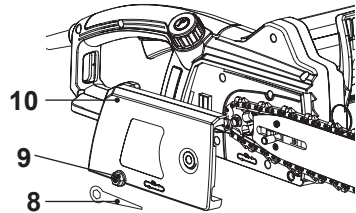

Imagen 1
- > Afloje la tuerca de retención [9] girándola con la llave hacia la izquierda [8] y extraiga la tuerca y la cubierta [10] (Imagen 1).